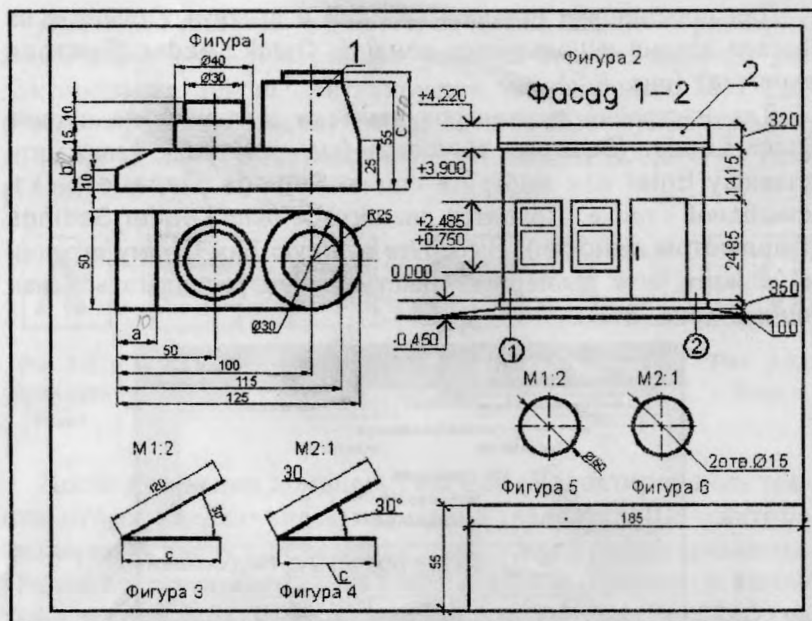

Рис. 3.10. Чертеж к практической работе 3
3.3. Выполните чертеж, показанный на рис. 3.10. Будьте внимательны, изображения выполнены в разном масштабе, учитывайте масштабный коэффициент при построении изображений. Недостающие размеры по вариантам указаны в табл. 3.2. Размеры фасада здания произвольные.